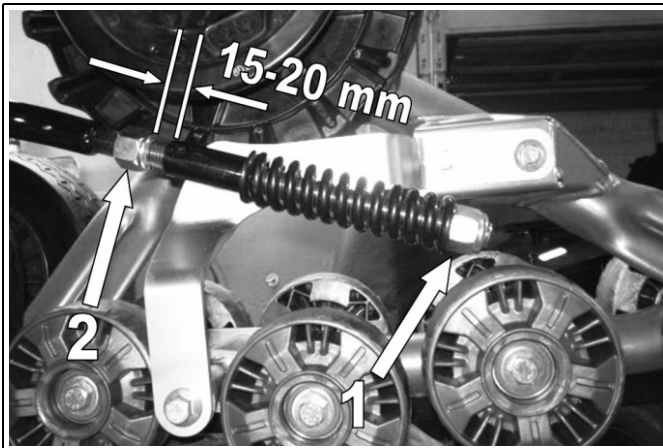

Figura 8
- Allentare il dado (1) comprimendo la molla della barra di stabilizzazione (vedere Figura 8).
- Regolare il dado (2) per ottenere una distanza di 15-20 mm come mostra la figura.
- Girare il dado (1) fino a farlo entrare in contatto con la molla, comprimere in seguito la molla girando il dado 1.5 volte.